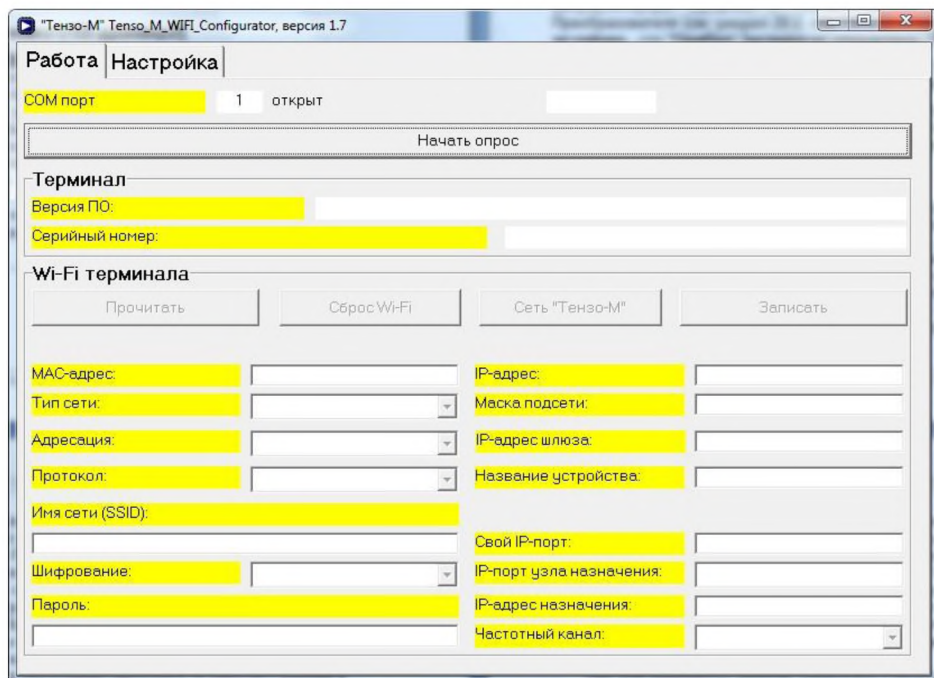

Рис. 5.1. Окно программы после запуска.
4.3. После запуска на дисплее компьютера появится окно, изображённое на рис. 5.1 на стр. 6.
5.1. После запуска программы «Тензо-M_WiFi-Configurator» на дисплее компьютера появится окно, изображённое на рис. 5.1.